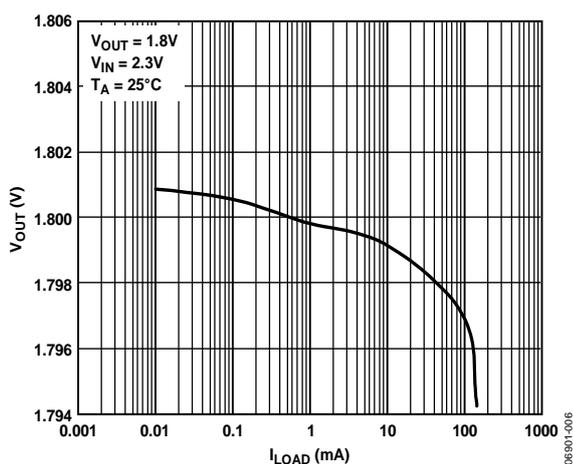

図 6. 出力電圧対負荷電流
- ¹ 1 mA と 100 mA の負荷を使用した端点計算を使用。1 mA 以下の負荷に対する代表的な負荷レギュレーション性能については、図 6 を参照してください。